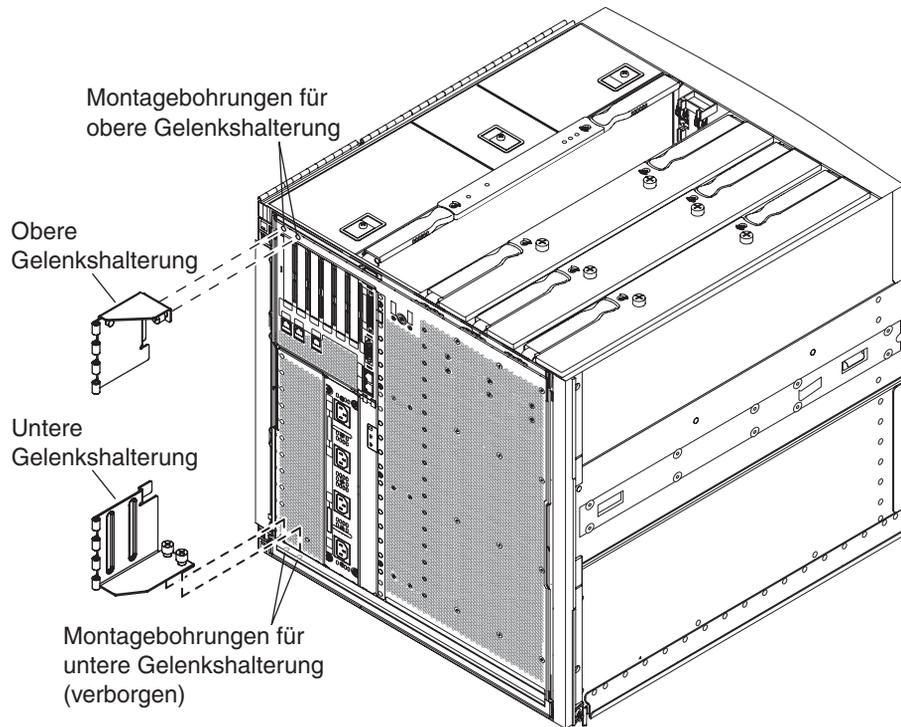
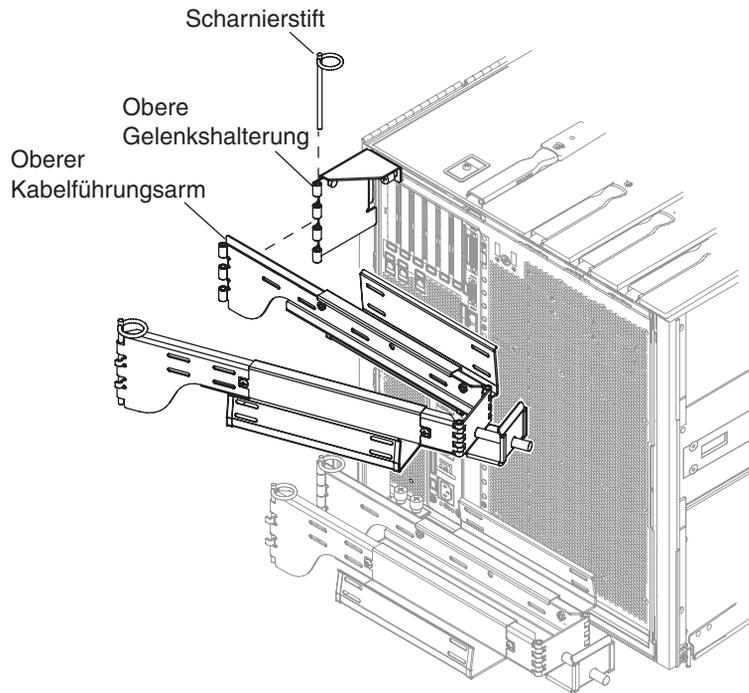
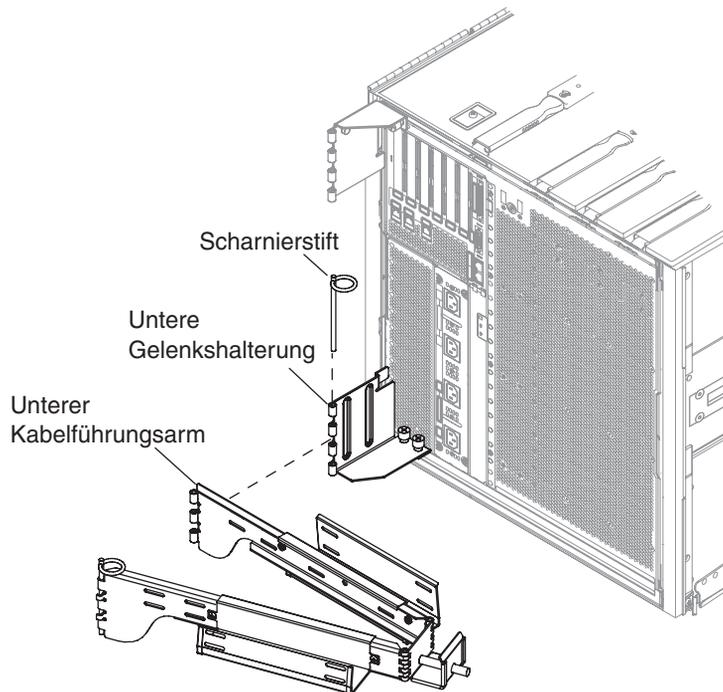

ABBILDUNG 1-18 Montagebohrungen für die obere/untere Gelenkshalterung
ABBILDUNG 1-19 Befestigen des oberen Kabelführungsarms und der Gelenkshalterung
ABBILDUNG 1-20 Befestigen des unteren Kabelführungsarms und der Gelenkshalterung
3. Befestigen Sie die Gelenkshalterung mit den beiden unverlierbaren Schrauben an der linken oberen Ecke des Systemgehäuses. Informationen hierzu finden Sie unter ABBILDUNG 1-18 und ABBILDUNG 1-19.
5. Befestigen Sie die Gelenkshalterung mit den beiden unverlierbaren Schrauben an der linken unteren Ecke des Systemgehäuses (siehe ABBILDUNG 1-18 und ABBILDUNG 1-20).